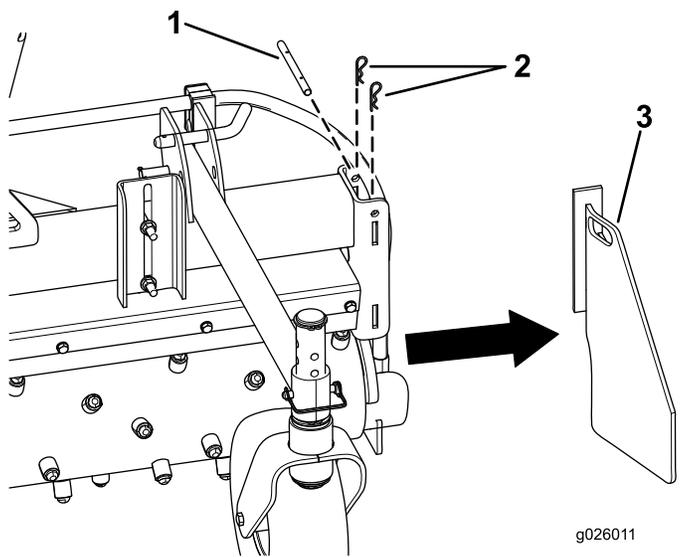

Figure 7
1. Retirez les 2 goupilles fendues de l'axe de la plaque d'extrémité (Figure 7).
- Retirez l'axe de la plaque d'extrémité (Figure 7).
- Déposez la plaque d'extrémité (Figure 7).